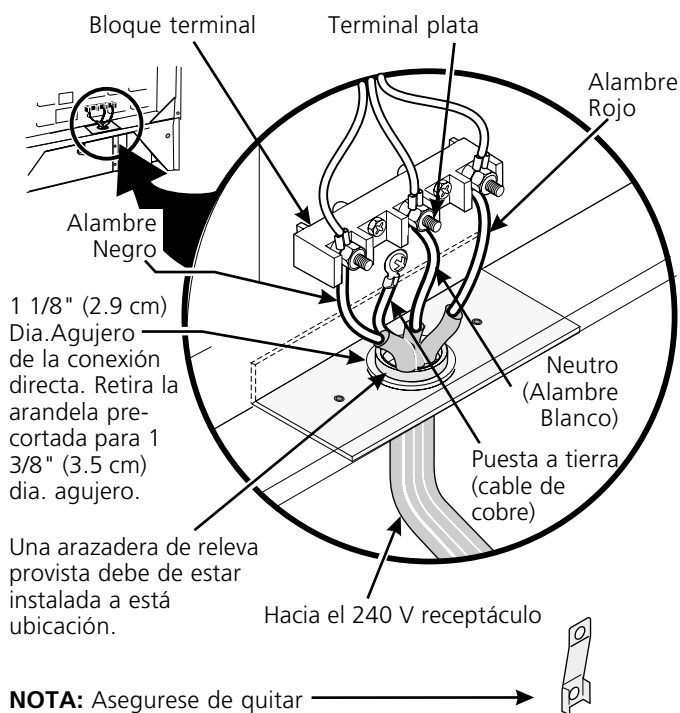

Figura 5
Para las casas sobre ruedas, las nuevas instalaciones, en los vehículos de recreación o en las áreas donde los códigos locales no permiten la conexión del conductor a tierra al neutro, un ensamblaje de suministro eléctrico de 4 conductores para estufas, clasificado a 125/250 voltios mínimo, 40 amperios mínimo, debe de ser utilizado (ver la figura 5).
4. Conecte el alambre de tierra (verde) del cable de bronce del suministro eléctrico al armazón del electrodoméstico con el tornillo de la base, usando el hoyo del armazón por donde retiró la correa de la base (vea figura 5).
6. Repone las 3 tuercas desajustadas en el bloque terminal (vea figura 5).
Si el aparato está conectado directamente al cortacircuito, a la caja de fusibles o a la caja de empalmes, use un cable blindado flexible o no metálico recubierto de cobre (con alambre a tierra). Provee una abrazadera releva de anclaje homólogo UL a cada extremidad del cable. A la extremidad del electrodoméstico, el cable pase a través del agujero de la conexión directa (ver figura 5) en el cordón de la placa de montaje. El tamaño de los alambres (**alambre de cobre solamente**) y las conexiones deben estar conforme al régimen del electrodoméstico.